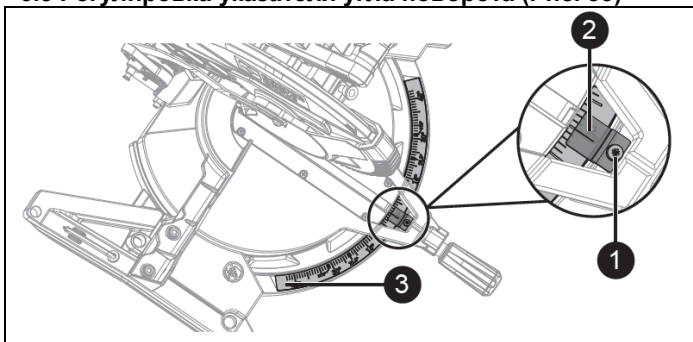

Рисунок 35
6.3 Регулировка указателя угла поворота (Рис. 35)